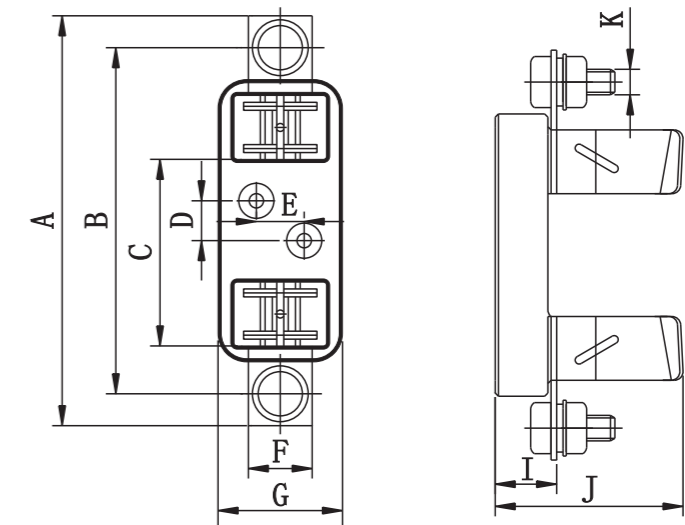

图3
3、熔断器底座的外形结构及主要尺寸图3、表6 (100~600安)